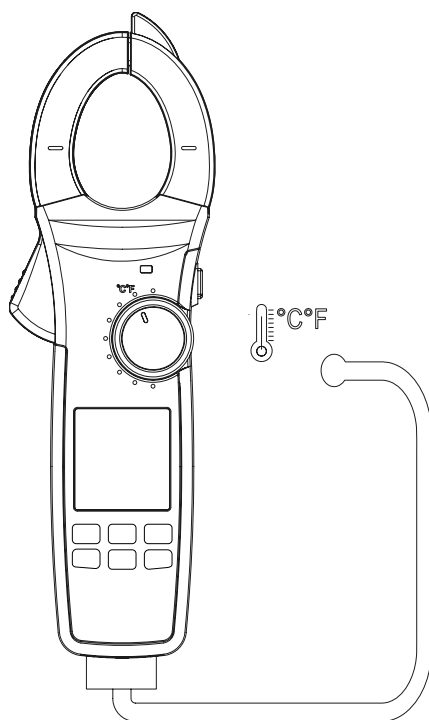

Рис.9. Измерение температуры
### 7.10 Измерение температуры (рис. 9)
- 2) Подключите к прибору термопару типа К (см. рис. 9).